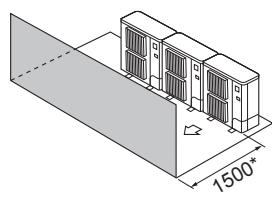

Fig. 2-11
- ③ Hindringer kun foran (Fig. 2-11)